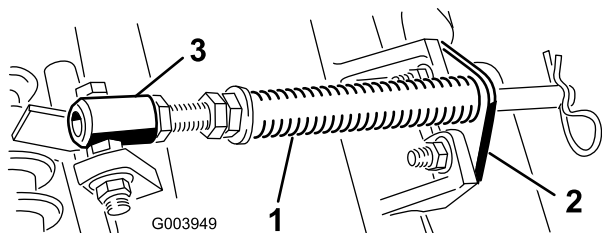

Figura 9
- A. Retire los 2 pernos de cuello cuadrado y las tuercas que sujetan el soporte de la varilla a las pestañas de la unidad de corte (Figura 9).
- B. Retire la tuerca con arandela prensada que fija el perno del tubo del muelle a la pestaña del bastidor de tiro (Figura 9). Retire el conjunto.